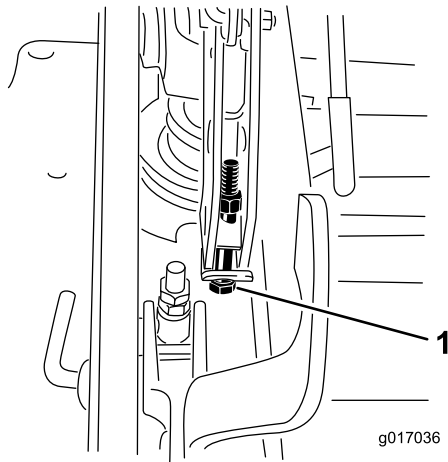

Figure 94
13. Si le tablier est trop bas, serrez le boulon de réglage monpoint dans le sens horaire. Si le tablier est trop haut, desserrez le boulon de réglage monpoint dans le sens antihoraire (Figure 94).